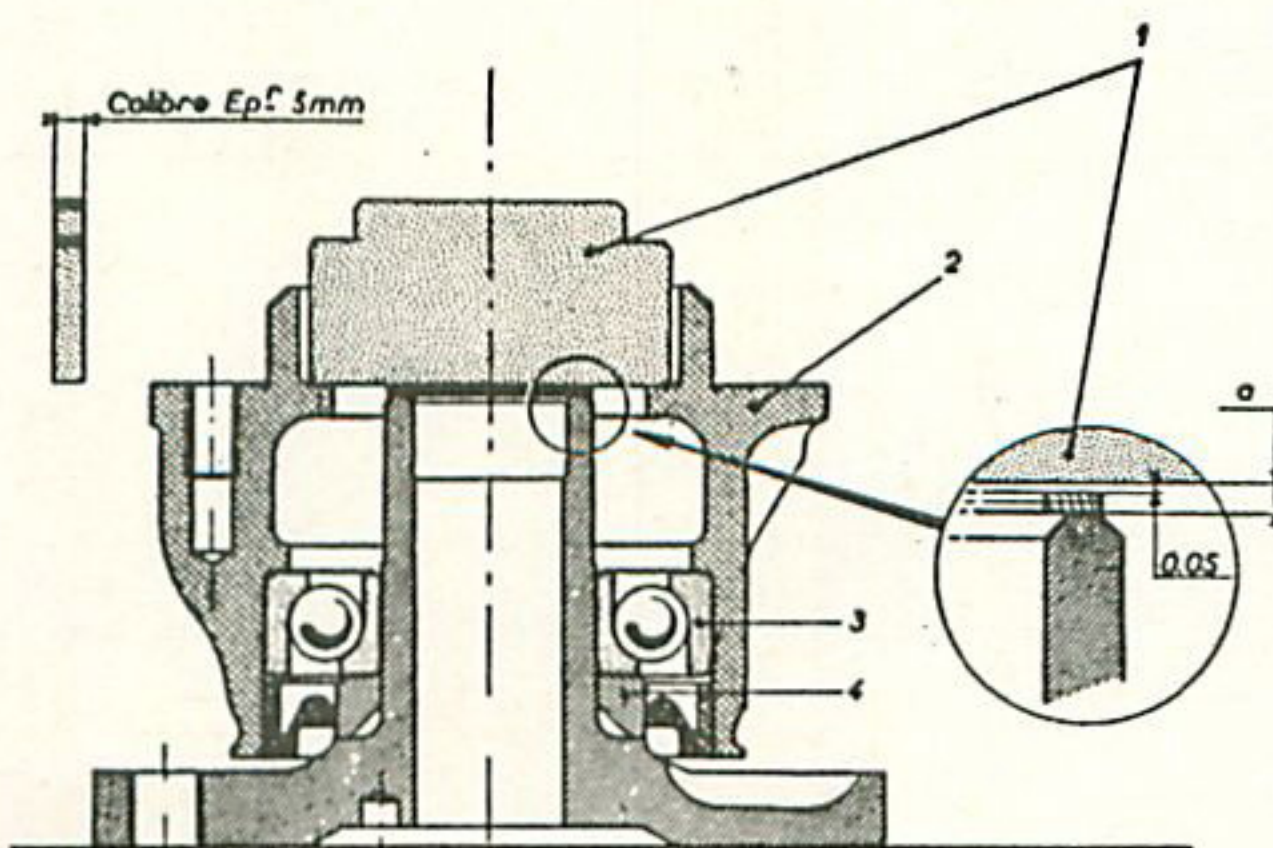

Fig. 46. — Réglage du jeu latéral du moyeu AV.
- Démontez les quatre écrous (5) et dégager l'ensemble moyeu (14) support de roulements (3) joint d'étanchéité (12) et bague de butée (13).
- Enlever l'écrou (7) et sa rondelle.
- Pour le remontage opérer dans l'ordre inverse en procédant comme pour le moyeu AV au réglage du latéral (voir fig. 46).